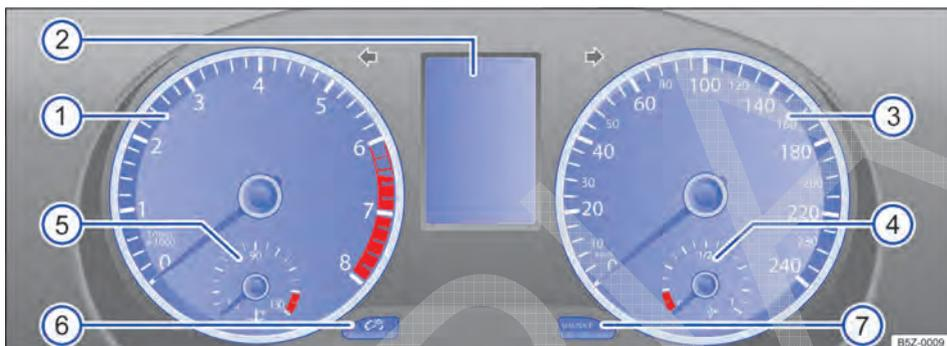

Fig. 32 Instrumento combinado no painel de instrumentos.
Significado dos instrumentos → Fig. 32:
- Com a ignição ligada, para ajustar o relógio, se necessário, alterar para o indicador do relógio, pressionar a chave → Fig. 38 2 para cima ou para baixo ou pressionar o botão de ajuste → Fig. 32 7.